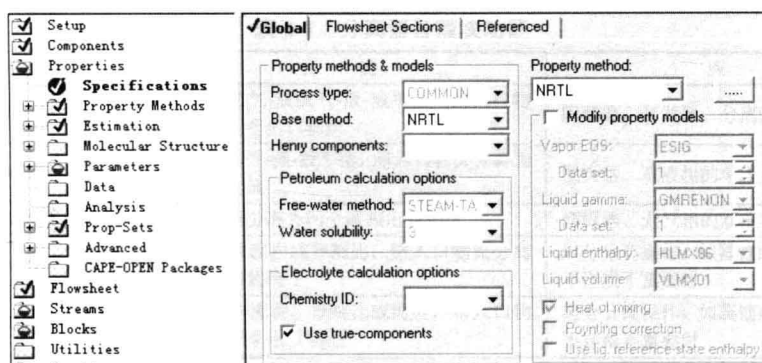

图 1-15 物性方法选择界面
(3) 物性方法选择 (Properties) 组分输入完成后, 点击 **N** 按钮打开物性方法选择 Global 页面, 如图 1-15 所示。在 Global 页面中设置全局的物性方法, 如果对流程进行了分段并需要使用不同的物性方法, 则可以在 Flowsheet Section 页面对每一段流程设置物性方法。
图 1-15 中, 可以直接在 Base method 下拉框中直接选择物性方法, 或者在 Process type 下拉框中选择过程类型, Base method 下拉框中会列出该过程推荐的物性方法, 再从中选择。如果要使用亨利组分, 在 Henry components 下拉框中新建亨利组分或选择亨利组分 (在 Components/Henry Comps 下新建亨利组分)。如果是一个石油加工过程, 需要计算游离水, 在 Petroleum calculation options 里面选择相关计算方法。如果是一个电解质体系, 在选择电解